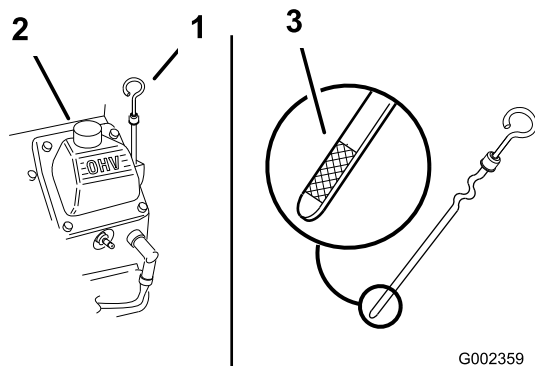

Figura 16
2. Limpie alrededor de la varilla de aceite (Figura 16) para que la suciedad no pueda penetrar por el orificio de llenado y causar daños en el motor.
3. Retire la varilla, límpiela, y vuelva a colocarla, asegurándose de que quede bien asentada (Figura 16).
El nivel de aceite debe llegar a la marca Lleno del extremo metálico de la varilla (Figura 16).
5. Si el nivel de aceite está por debajo de la marca Lleno, retire el tapón de llenado (Figura 16) y añada aceite hasta que el nivel llegue a la marca Lleno de la varilla. **No llene demasiado.**